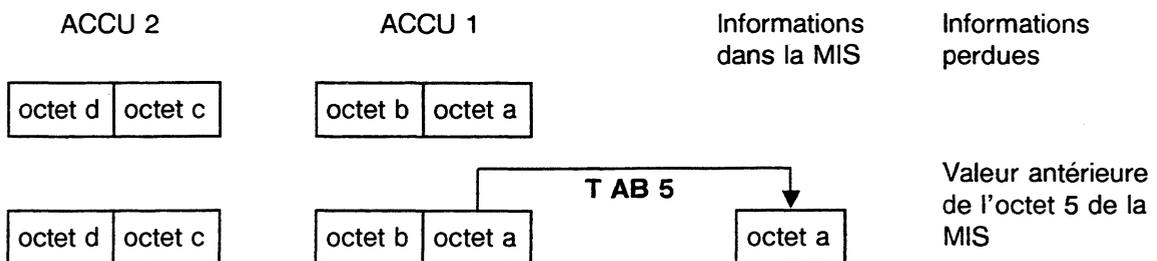

Fig. 8.3 Transfert d'un octet dans la MIS
**Exemple :** La figure 8.3 montre comment l'octet a, octet de poids faible dans l'ACCU 1, est transféré dans l'octet 5 de la MIS.